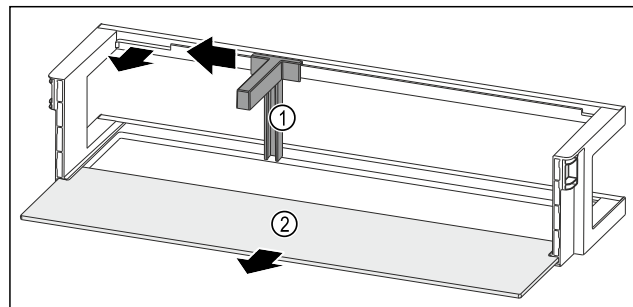

Fig. 133 Polica u vratima s držačem boca i policom za odlaganje
- Držać za boce Fig. 133 (1) pogurnite do otvora na stranu.
- Izvadite držać za boce Fig. 133 (1).
- Izvadite policu Fig. 133 (2).